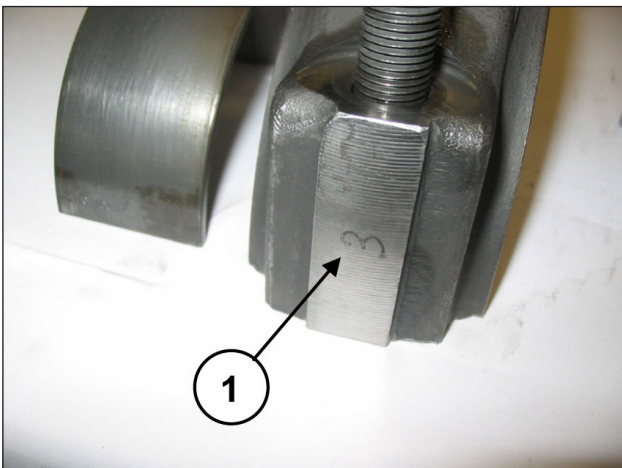

Abb. 24
Um Fehler zu vermeiden, sind Pleueldeckel und Pleuelhälften auf einer Seite nummeriert (Pos. ①, Abb. 24).